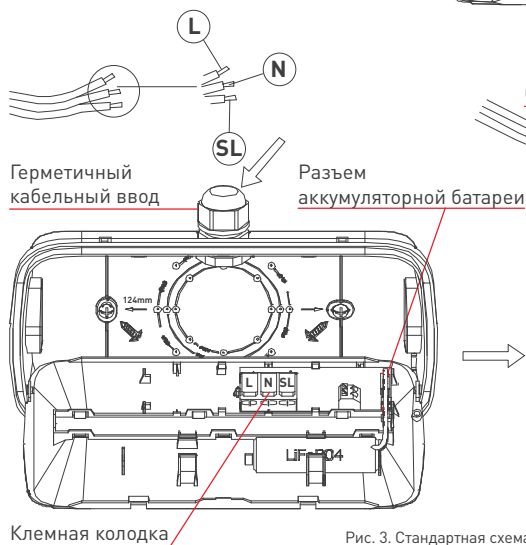

Рис. 3. Стандартная схема подключения
- 3.5. Подключите провода, постоянно подключенные к сети: L — фаза, N — ноль, рис. 3.